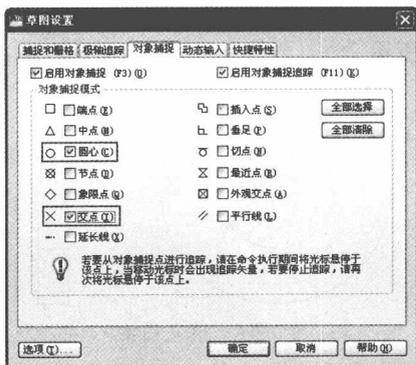

图1-5 “草图设置”对话框
**步骤 05** 在命令行中输入OSNAP（对象捕捉）命令并按回车键确认，弹出“草图设置”对话框，分别选中“圆心”和“交点”复选框，如图1-5所示。单击“确定”按钮，开启捕捉模式。